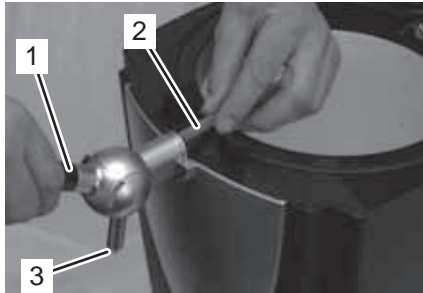

Fig. 41
10. Poussez le levier distributeur (Fig. 41/1) complètement vers le bas.
11. Veuillez introduire le tuyau distributeur (Fig. 41/2) dans la cannelure de sorte qu'il dépasse un peu au-dessous, à la sortie de la cannelure (Fig. 41/3). Faites-le alors tourner un peu dans tous les sens, pour faciliter l'insertion.
12. Ramenez le levier distributeur (Fig. 41/1) vers le haut et relâchez-le.